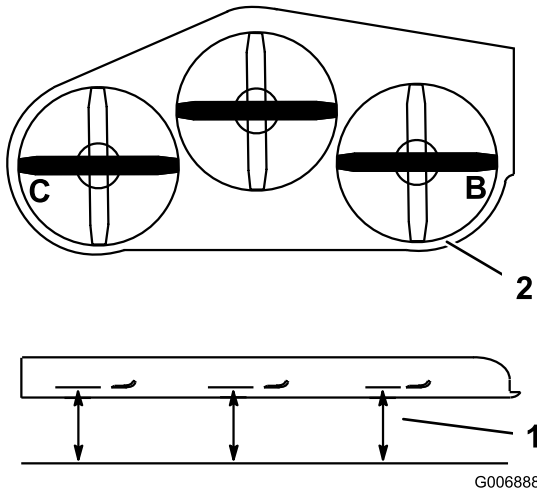

Figure 85
4. Mesurez la distance aux points **B** et **C** entre une surface plane et le bord coupant des pointes des lames (Figure 85).